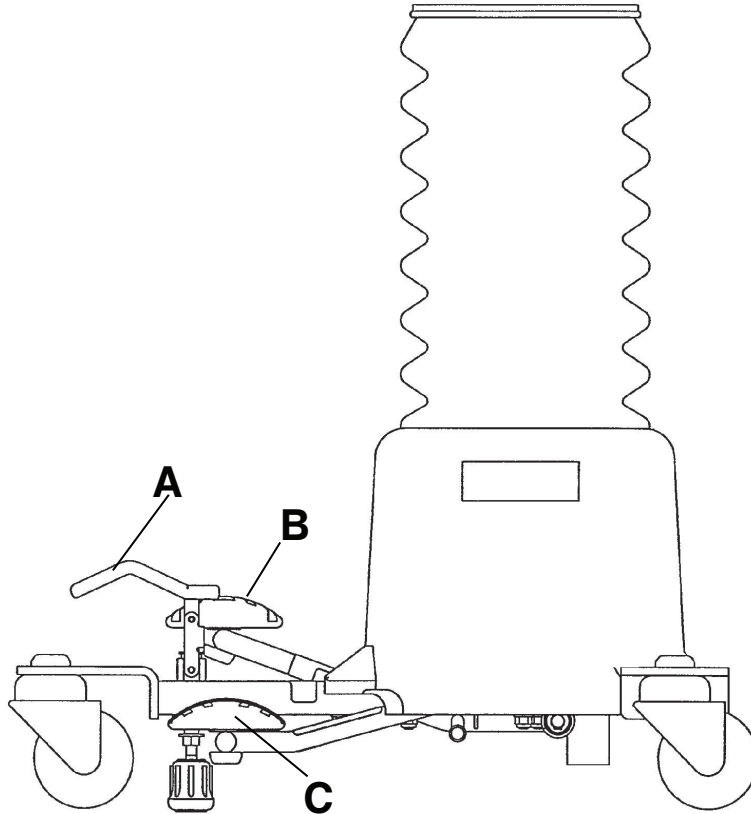

Abbildung 1 – Anziehen bzw. Lösen der Bremse
Zum Anziehen der Bremse das Bremspedal (A) niederdrücken (Abbildung 1). Drücken Sie auf den Stuhl, um sicherzustellen, dass die Bremse einrastet.
Zum Anheben der Sitzhöhe das Pumpedal (B) betätigen, bis die gewünschte Höhe erreicht ist (Abbildung 1).